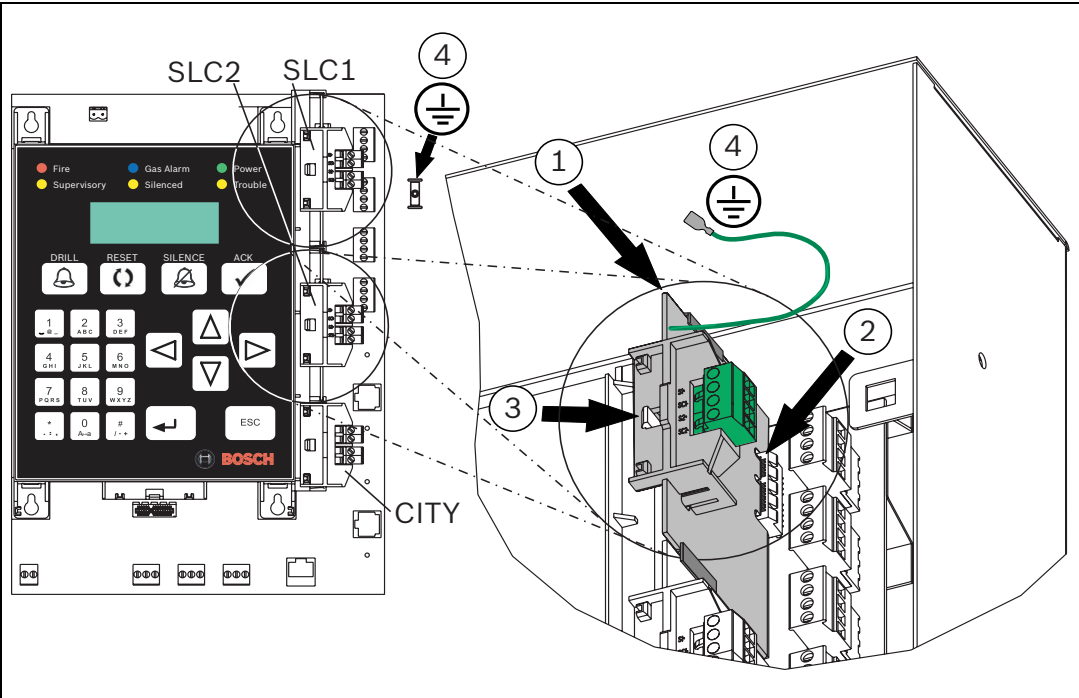

Figura 4.9 Instalar Módulos Plug-in Opcionais
A placa principal permite instalar módulos plug-in. O primeiro Circuito de Linha de Sinalização FPE-1000-SLC é um equipamento obrigatoriamente instalado na posição superior da placa principal (consulte a *Figura 4.9*). Um segundo módulo plug-in FPE-1000-SLC pode ser instalado opcionalmente na posição abaixo da primeira placa SLC.
- 1. Coloque o módulo plug-in na posição correta, com o texto horizontal inscrito no terminal virado para o lado frontal do painel de controle. Faça deslizar o módulo plug-in cuidadosamente até à posição correta (consulte a *Figura 4.9*, Item 1)
- 2. Certifique-se de que as conexões encaixam adequadamente no slot (consulte a *Figura 4.9*, Item 2).
- 3. Pressione ligeiramente para baixo, até o gancho de encaixe rápido travar corretamente (consulte a *Figura 4.9*, Item 3).
- 4. Conecte o fio de ligação à terra ao pino de terra no lado direito da placa principal (consulte a *Figura 4.9*, Item 4).